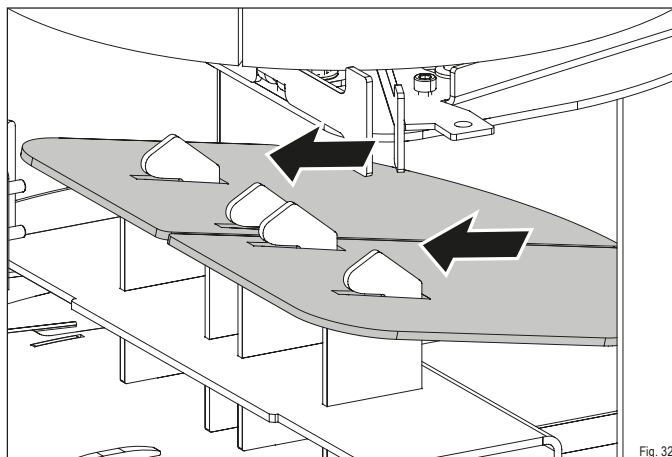

Fig. 32
- Faites glisser les déflecteurs acier vers le haut pour les libérer du support (Fig. 32).